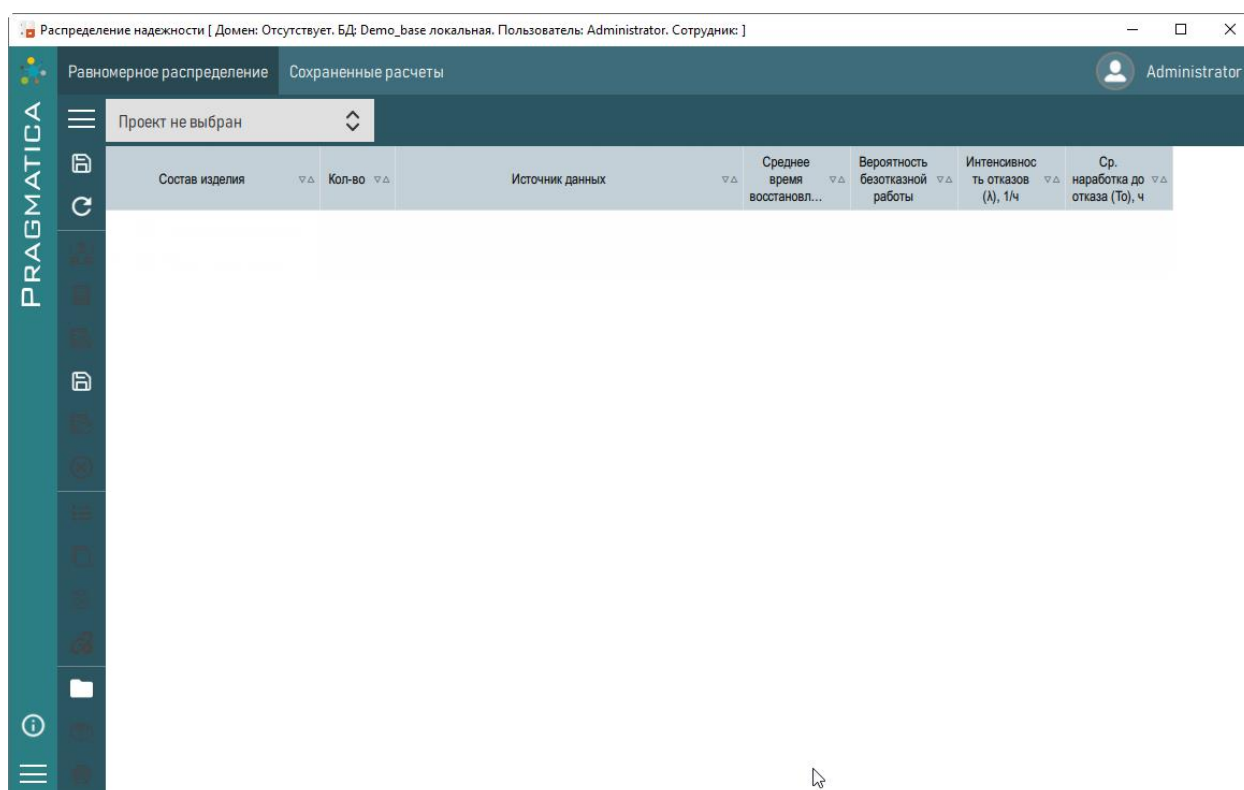

Рисунок 3 – Окно «Распределение надежности»
3) Открывается окно «Распределение надежности» (рисунок 3).